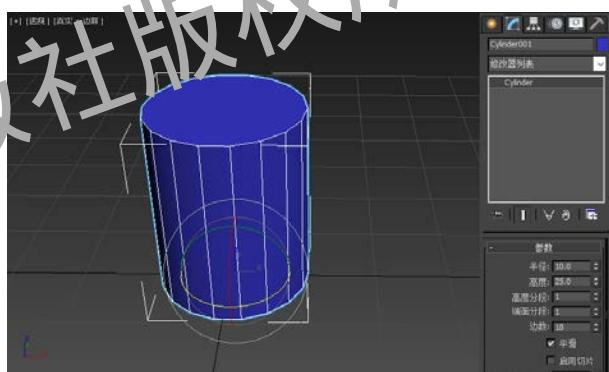

图 3-1-1 创建圆柱体并设置参数
**STEP 01** 单击【创建】→【几何体】按钮，在【对象类型】卷展栏中单击【圆柱体】按钮，在【透视】视图中创建一个圆柱体并设置参数，如图3-1-1所示。